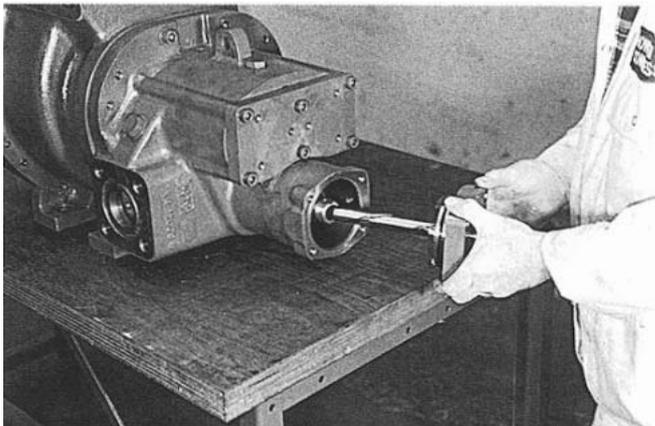

Рис. 147
35. Установите на место уплотнение приводного барабана на золотник, используя стержни для извлечения, не повреждая манжету. (Рис. 147) Используйте Loctite 243 для затяжки контргайки и резьбы вкладыша золотника. Используйте специальный инструмент для центровки барабана в отверстии цилиндра, установите опорную скобу и закрепите крепежные винты. Вставьте муфту контргайки сквозь скобу и затяните контргайку до 80 Нм. Совместите паз в гайке с резьбовым отверстием М5 в барабане. Используйте Loctite 243 для затяжки в барабане стопорного винта без головки. Затяните до 10 Нм.